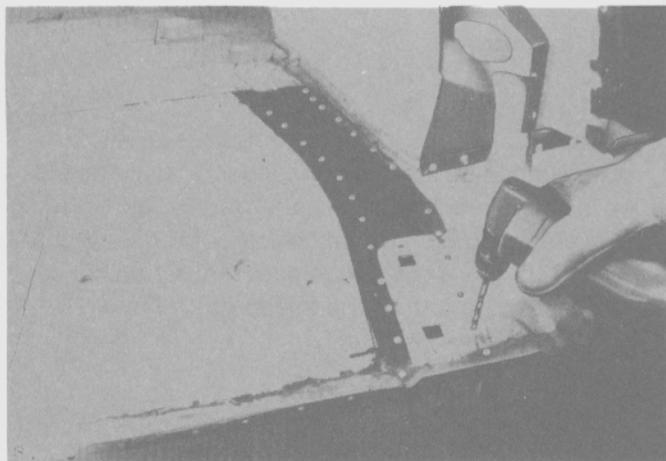

Fig. 313
- Perforar los puntos de soldadura en la unión del panel del piso del baúl y el larguero (Fig. 313 y 314).